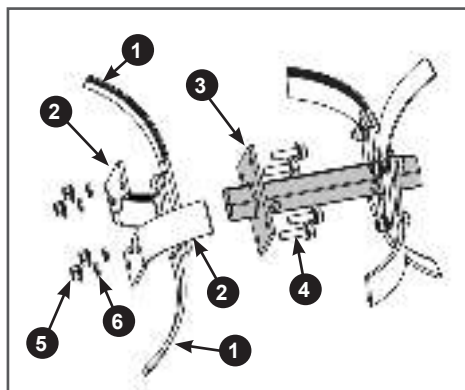

Рис. 16 Установка ножей на внутренний фланец основной секции оси фрезы
4. Установите ножи на внешний (со стороны редуктора) фланец 3 основной секции оси (Рис. 16). Со стороны уже собранной на внутреннем фланце группы ножей вставьте в отверстия во внешнем фланце 3 оси болты 4, далее в соответствии с рисунком 16 на внешний фланец 3 оси с внешней его стороны установите правые ножи 1 (имеющие изгиб в сторону от редуктора). После этого установите левые ножи 2 (имеющие изгиб к редуктору) как показано на Рис. 16, затем установите пружинные шайбы 6 и закрутите гайки 5 (Рис. 16). Затяните все резьбовые соединения